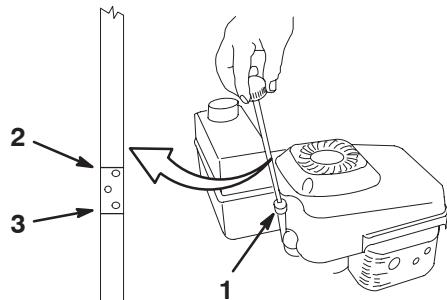

Bild 10
6. Lesen Sie den Ölstand am Peilstab ab (Bild 10).
Stellen Sie vor jedem Einsatz sicher, dass der Ölstand zwischen den Marken „Add (Nachfüllen)“ und „Full (Voll)“ am Peilstab steht (Bild 10).